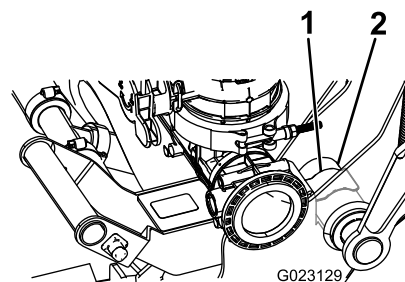

図 13
- D. そして 図 13 のように、スプリングクリップをピボットチューブにはめる。